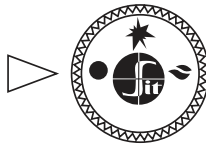

Рис. 8.
- 7.2. В исходном (выключенном) положении ручка управления находится в положении «точка» (рис. 8). Пилотная и основные горелки погашены (подается газ, но они заблокированы).